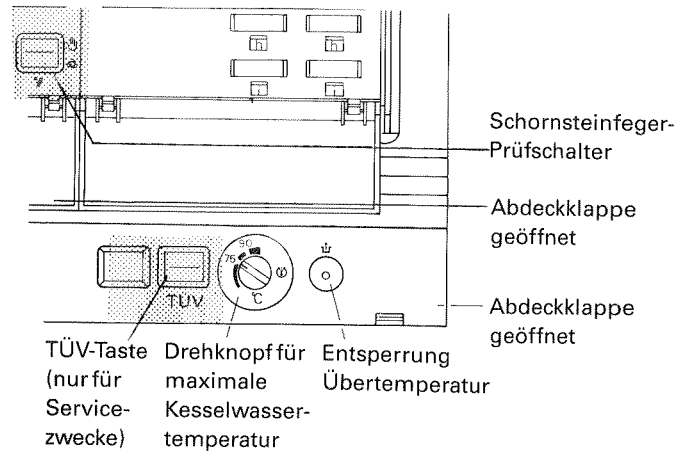

Abb. 5.2
Die TÜV-Taste dient zur Prüfung des Sicherheitstemperaturbegrenzers; dazu die Abdeckplatten öffnen (Abb. 5.2).
1. Abdeckklappen öffnen (Abb. 5.2).